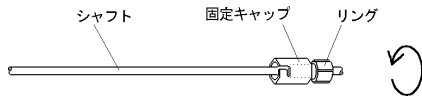

図1.
- ①使用前に、カフ検査を行い、空気漏れ、片膨れ等の異常が認められた場合は、使用しないこと。[シリコンゴム製品は、自己密着性があり、膨張不能や片膨れが生じることがある]
- ②挿入する際は、カフ全体に潤滑作用を有する薬剤等を塗布すること。[塗布せずに挿入すると、カフ破損、気管・気管支損傷等の原因となる]
- ③カフを膨張させる際は、バルブより繊維(リント)等が混入しないよう注意すること。[バルブの機能が低下し、カフ収縮の原因となる]
- ④カフを膨張させる際は、清潔なシリンジを使用すること。[シリンジに付着しているリント等が、バルブ内に混入する危険性がある]
- ⑤カフを膨張させる際は、シリンジの先端をバルブの奥まで確実に挿入すること。[挿入が不十分な場合、バルブ内の弁が開かず、カフ操作が行えない場合がある]
- ⑥使用時の空気注入量は、気管支壁の毛細血管の血流障害、手術時間等を考慮し、臨床上の判断により決定した注入量とすること。[過膨張は、カフ破損、気管支損傷等の原因となる]
- ①使用前に、固定キャップのリングを右に回して、固定キャップがシャフトに固定できることを確認すること。[固定できない場合は、使用しないこと] (図1参照)